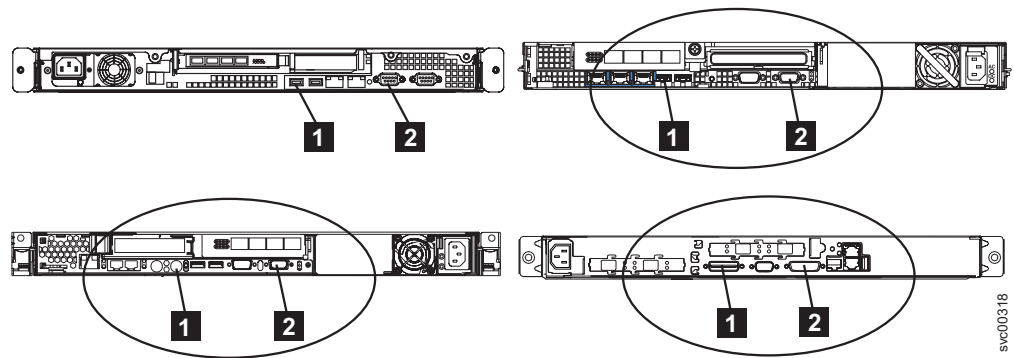

図 98. SAN ボリューム・コントローラー モデル 2145-8A4、2145-8G4、および 2145-8F4 または 2145-8F2、および SAN ボリューム・コントローラー 2145-4F2 上のキーボード・ポートおよびモニター・ポート
- b. キーボード **1** およびディスプレイ **2** を接続します。図 98 は、キーボード・ポートとモニター・ポートの位置を示しています。